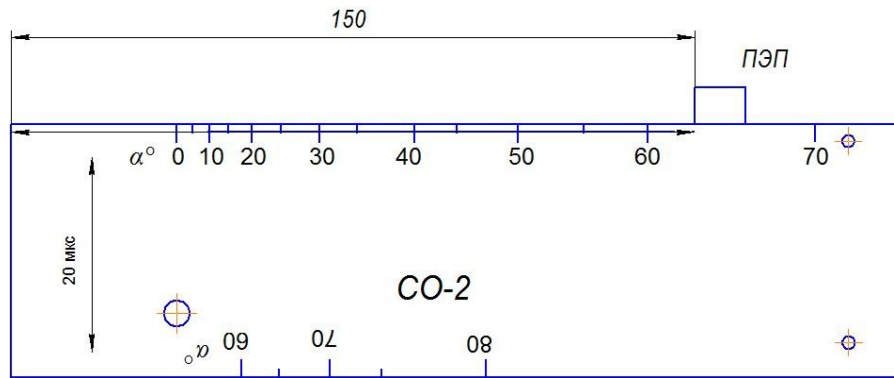

Рис. 7.8.1. Схема установки преобразователя П121-1,25-90°-К16х12-ЖД на образец СО-2 при проверке чувствительности по варианту АR4.
- установить ПЭП на поверхность образца СО-2 на расстоянии 150 мм от торца в соответствии со схемой на Рис.7.8.1.;
- найти максимум эхосигнала от торца СО-2, Рис.7.8.1;